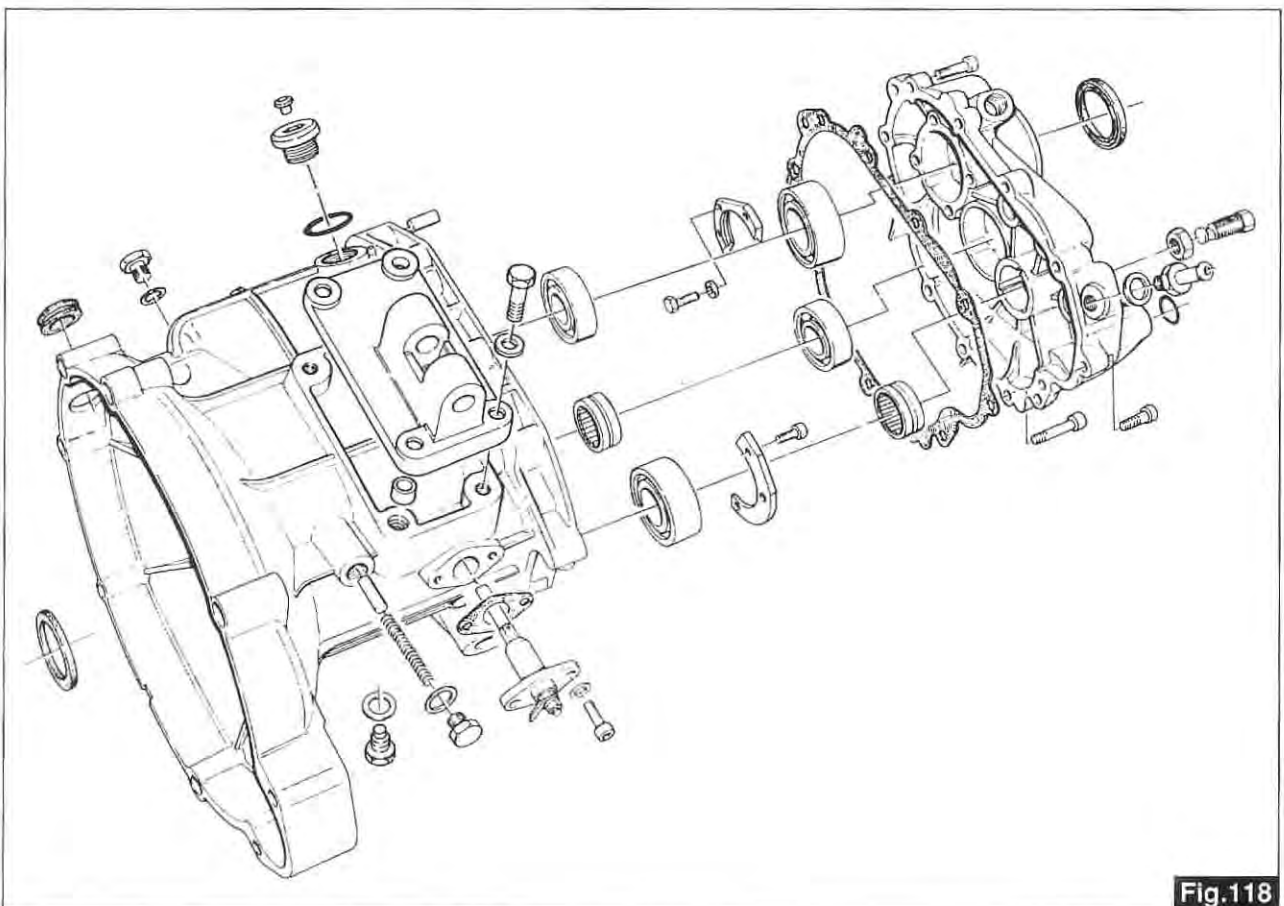

**Fig. 117A**
**N.B.:** La fig. 117A mostra la corretta posizione di montaggio delle molle a tazza pos. 6.
**N.B.:** The fig. 117A shows the right assembly position of the cup springs pos. 6.